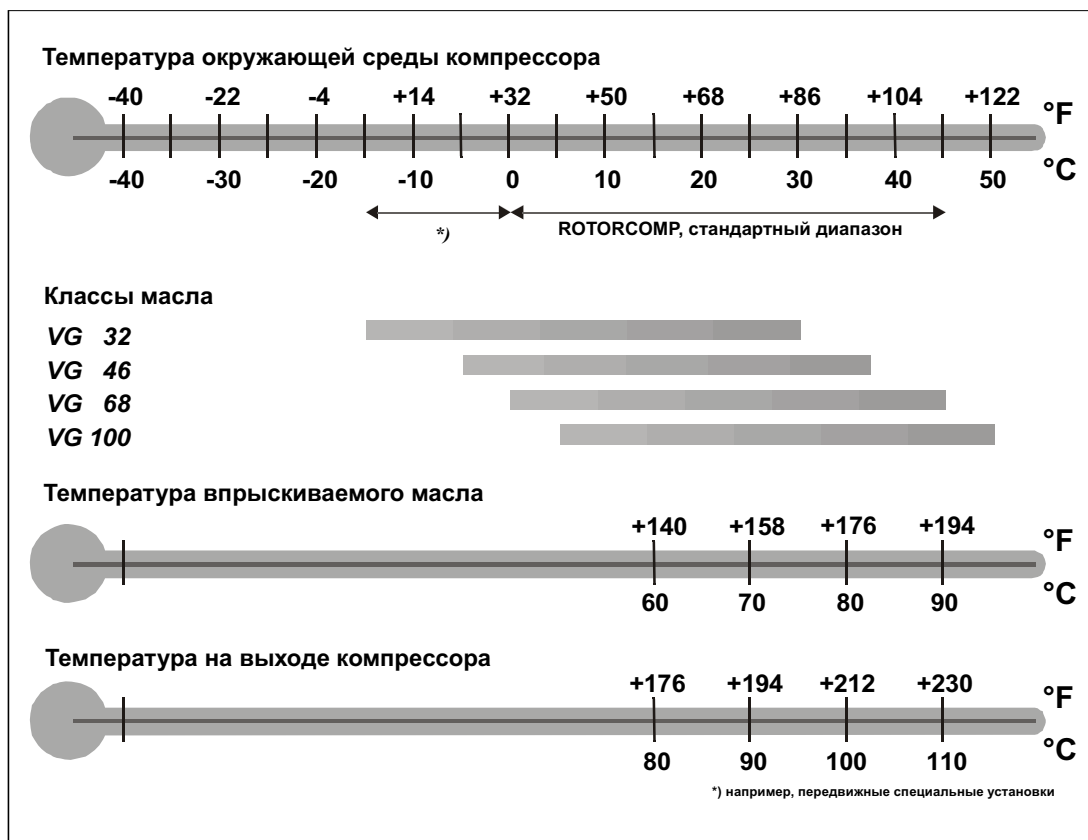

Рис. 8-1 Схема сортов масла
- класс вязкости в соответствии с рис. 8-1, напр. ISO VG 68 при эксплуатации в закрытых помещениях и рабочем давлении не более 13 бар изб., см . разд 8.1.5.